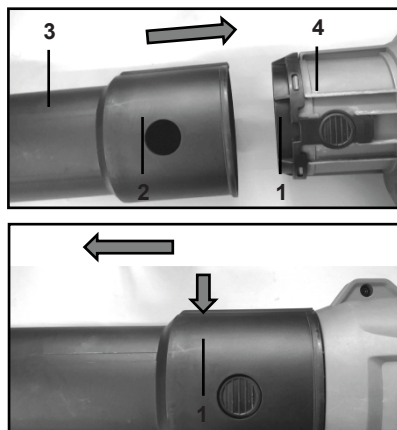

Рисунок 2. Встановлення основного патрубка.
- сумістити кнопки пружного фіксатора (1, рис. 2) з обох боків сопла виходу повітря (4, рис. 2) з пазами (2, рис. 2) повітряної насадки (3, рис. 2);